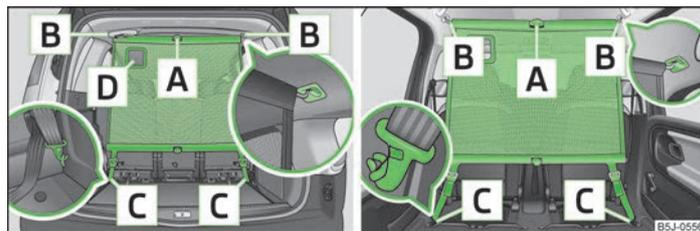

Fig. 48 Utilizar la red separadora detrás de los asientos delanteros/traseros
- Montar la barra transversal en el alojamiento **B** » fig. 48, primero en un lado, y presionar hacia delante. Introducir de igual modo la barra transversal en el otro lado, en el alojamiento **B**.
- Soltar las correas en ambos lados y desenganchar el gancho de mosquetón [C] » fig. 48.
- Presionar la tecla roja de la articulación [A] » fig. 48 - ésta se soltará.
La abertura [D] » fig. 48 en la red de separación sirve para implementar el cinturón de seguridad de tres puntos de fijación » página 110, *Cinturón de seguridad para el asiento trasero central*.